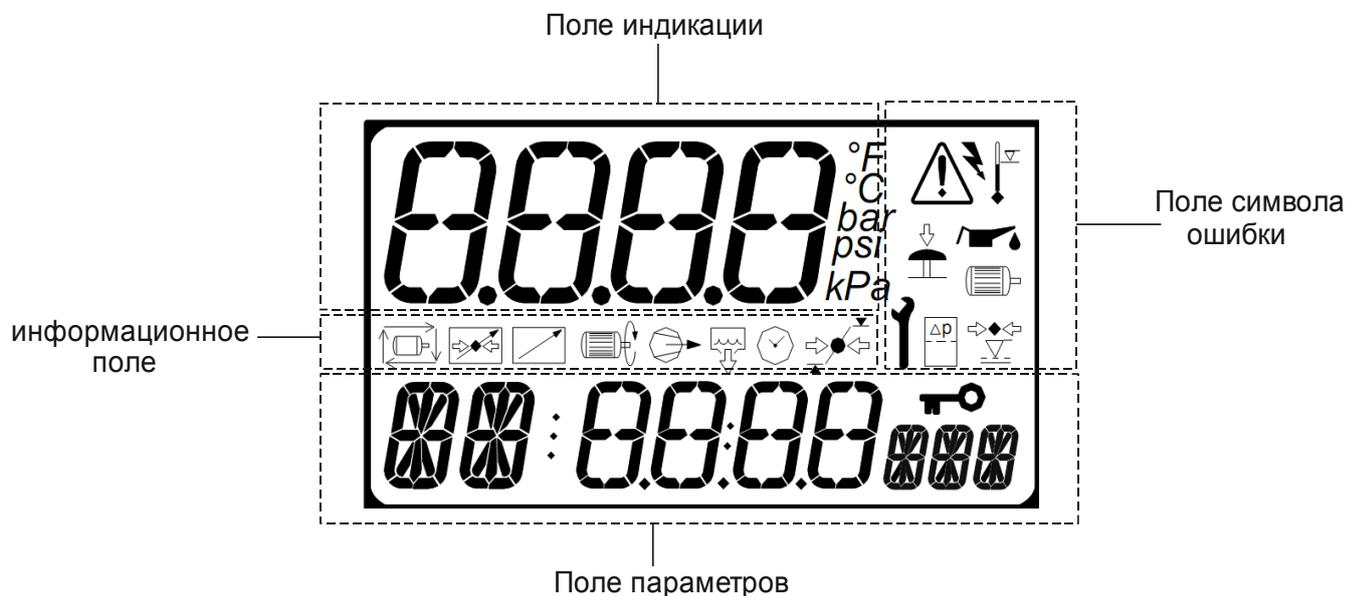

Рис. 1. Дисплей контроллера
-Слишком низкий уровень масла.	-Выполните дозаправку установки маслом (см. рис. 1).
Дисплей делится на 4 зоны (рис.1).